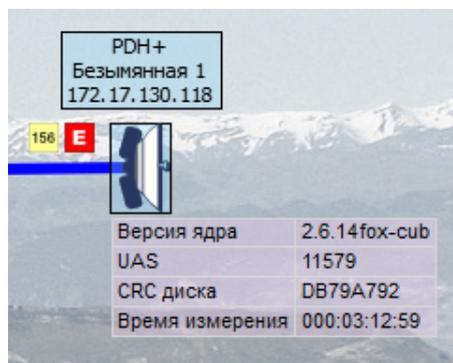

Рис. 78
6.4.1. "Быстрые" параметры – набор параметров (не более 10), определенных оператором и отображаемых одновременно с объектами станции на карте, как показано на рис. 78.